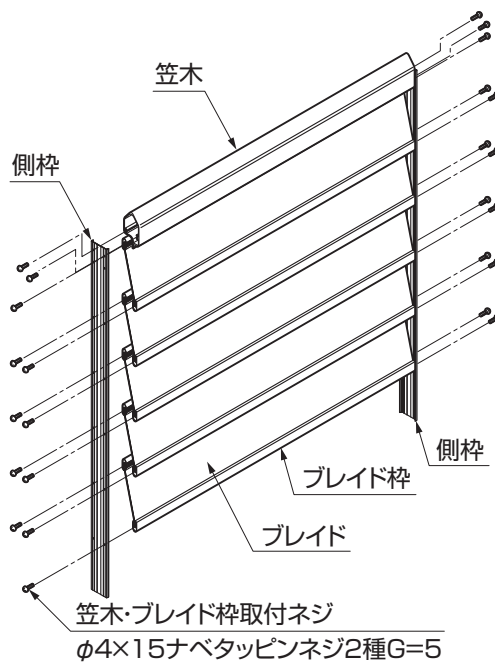
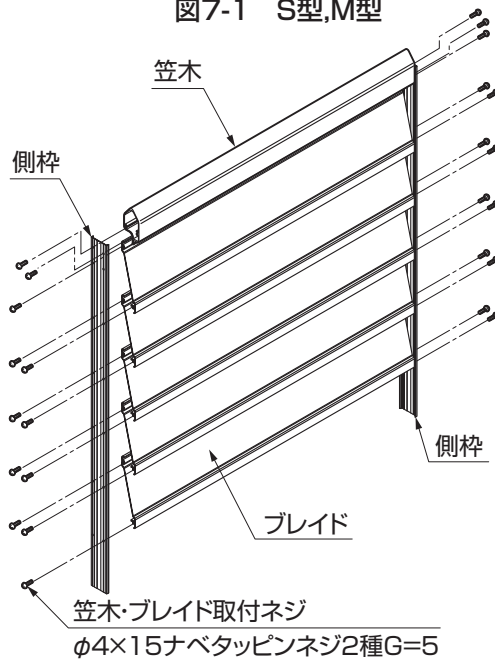

図7-1 S型,M型
図7-2 A型
(図7-1、図7-2参照)
- ④ブレイドや笠木を図7-6・図7-7のように配列し「笠木・ブレイド枠取付ネジ」で取付けてください。(図7-1、図7-2参照)